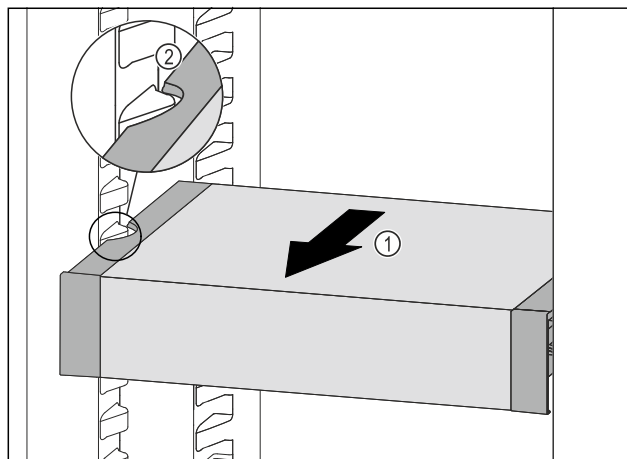

Fig. 116
- ▶ Táhněte VarioSafe dopředu Fig. 116 (1), dokud nebudou boční vybrání VarioSafe na úrovni žebrování na nádoby v chladničce. Fig. 116 (2)